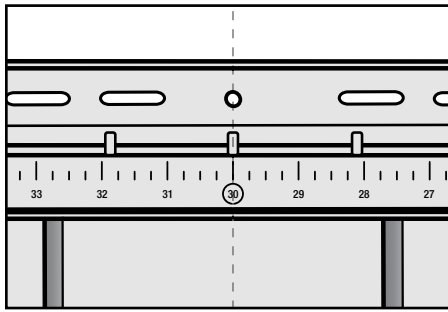

Figura 5
7. Recorte 30" del lado derecho de la teja T5 en el indicador 30 que se encuentra la suspensión, debajo de las ranuras de clavado. Proceda en línea recta (Figura 5). Realice un orificio de 3/16" en el centro del borde de clavado y aplique en él un clavo para fijar el revestimiento, a fin de controlar la dirección de la expansión y contracción. Otra opción es aplicar clavos en cada extremo de una ranura de clavado situada en el centro del panel.